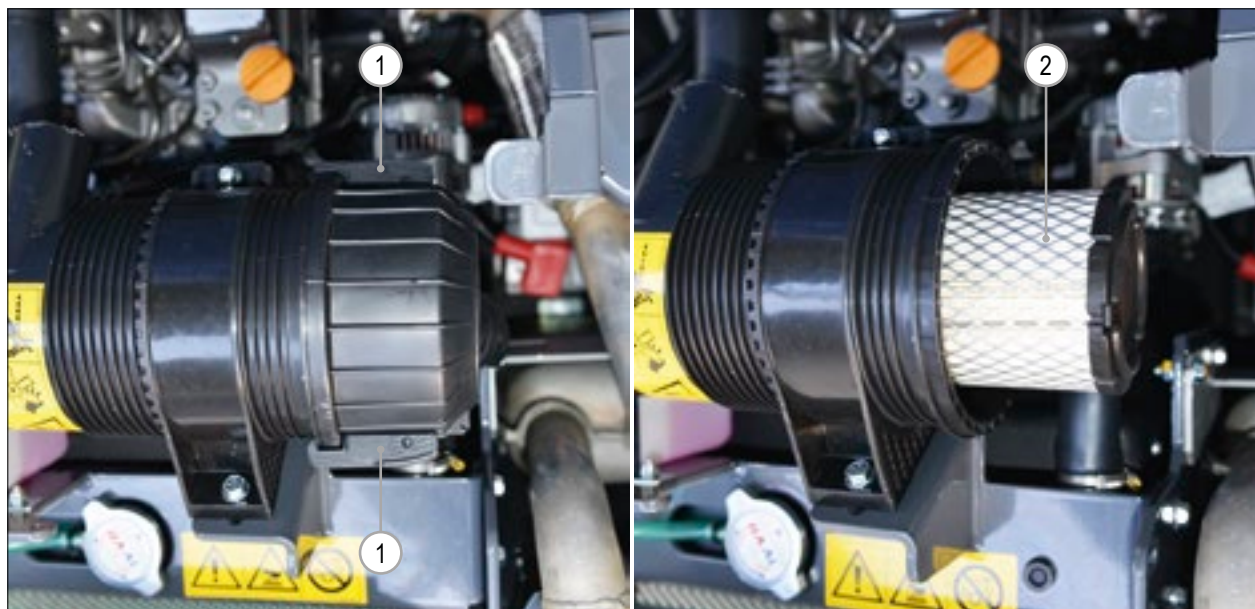

РИС. 61
- 4) Отцепите фиксаторы и снимите крышку (РИС. 61 – Сс. 1).
- 5) Проверьте воздушный фильтр (РИС. 61 – Сс. 2), для очистки продуйте фильтр воздухом с низким давлением или замените новым фильтром.